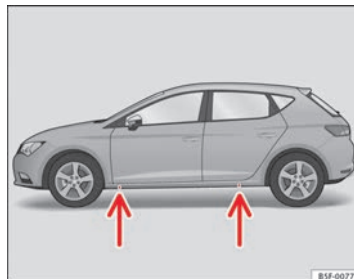

Abb. 128 Querträger: Marken
- Suchen Sie die Markierung (Eindrückung) am Schweller, die dem zu wechselnden Rad am nächsten liegt ⇒ Abb. 128. Hinter der Markierung befindet sich am Unterholm der Aufnahmepunkt für den Wagenheber*.